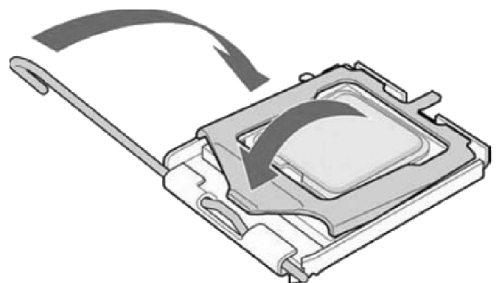

图 2-66 闭合处理器压板示意图
6) 最后，如图 2-66 所示，按箭头方向向下按压压板，使其闭合，然后扳回并扣紧插槽拉杆，即可完成处理器的安装。其拆卸方法及步骤与安装方法相反。